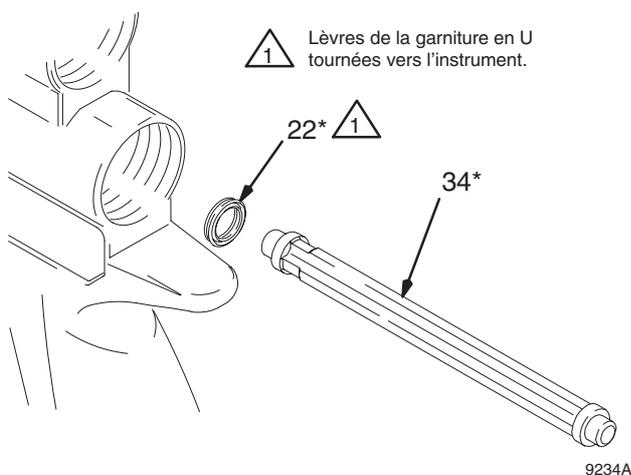

Fig. 21
2. Monter le filtre produit en ligne (10) à la base du tuyau produit (8). Visser le raccord d'entrée produit (11) sur la base du tuyau. Serrer à 22–23 N.m.
3. Mettre le joint en U neuf (22*) sur l'instrument de montage des joints (34*), avec les lèvres tournées vers l'instrument comme indiqué sur la Fig. 21. Pousser le joint en U à l'arrière du pistolet jusqu'à ce que l'on sente un déclic.